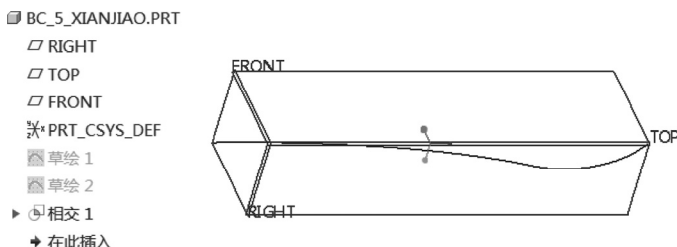

图 5-134 创建交截曲线
- 4) 在模型树中选择“草绘 1”，按住〈Ctrl〉键的同时选择“草绘 2”，接着在功能区的“模型”选项卡的“编辑”组中单击（相交）按钮。创建的交截曲线如图 5-134 所示，同时系统自动隐藏“草绘 1”和“草绘 2”。